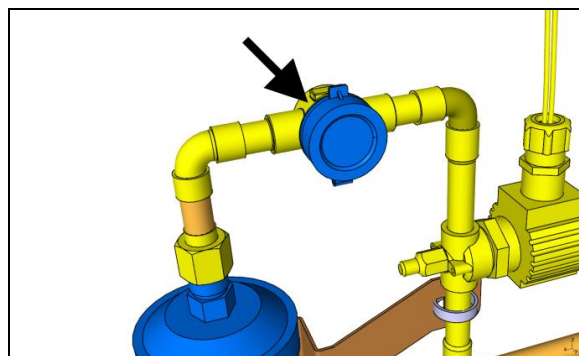

FIGURE 83 : VOYANT LIQUIDE INDICATEUR D'HUMIDITÉ
- 2- Lorsque la climatisation est en marche depuis au moins dix minutes, le voyant liquide indicateur d'humidité (FIGURE 83) doit être transparent. Il ne doit pas être laiteux et ne doit pas contenir de bulles. La présence de bulles dans le voyant liquide indicateur d'humidité est un signe de faible charge du réfrigérant. La température du déshydrateur-filtre qui se trouve à proximité doit être presque uniforme, avec une différence de 5 °F entre l'aspiration et l'évacuation. Un filtre partiellement bloqué produira de la vapeur instantanée et le voyant liquide deviendra laiteux.